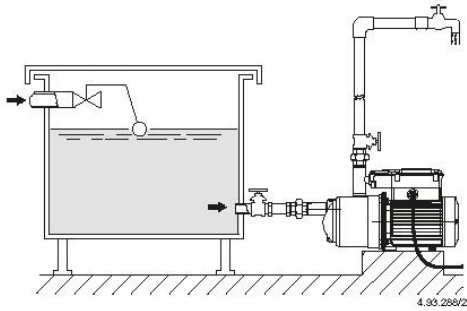

Fig. 1
Wenn der Wasserspiegel auf der Saugseite oberhalb der Pumpe ist (Zulaufbetrieb, Kap. 14 Abb. 1) Absperrschieber in der Zulaufleitung langsam und vollständig öffnen, um die Pumpe zu füllen. Dabei Schieber in der Druckleitung öffnen, damit die Luft entweichen kann.
- die Druckleitung muß vertikal mit einem freien Rohrteil über den Druckstutzen, vor einem Rückschlagventil, geführt werden, wie in Kap. 14 Abb. 1 angegeben.